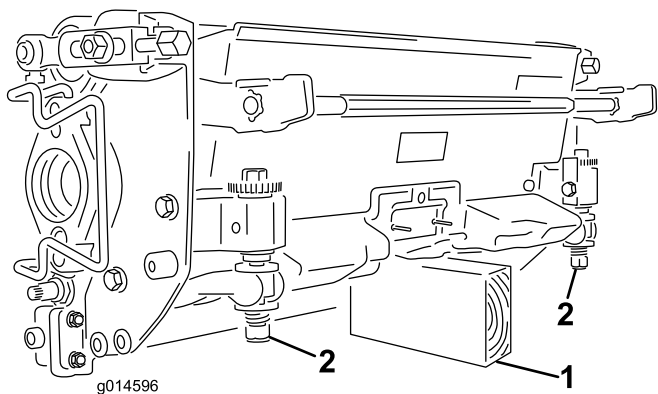

Figure 51
**Important:** Chaque fois que vous devez basculer l'unité de coupe, soutenez-la à l'arrière pour empêcher les écrous situés sur les vis de réglage de la barre d'appui de reposer sur la surface de travail (Figure 51).